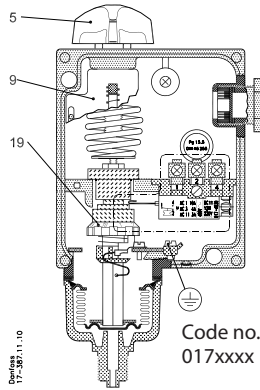
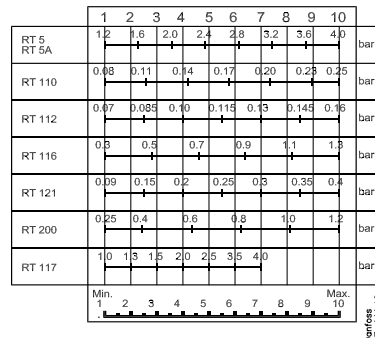
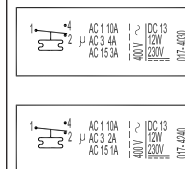

Fig. 1
Fig. 6
Fig. 7
The pressure controller is set by rotating the knob (5), at the same time reading the main scale (9). See fig. 1.
The differential is set by rotating the differential adjusting nut (19) to the value indicated by the use of the nomogram in fig. 6. The maximum operating pressure is thus the sum of the setting pressure and the differential.
2. Set the pressure switch for 8.2 bar by rotating the knob (5).
3. Set the differential adjusting nut (19) at the figure 7 which is found by reading the nomogram in fig. 6.
Der Pressostat ist nach der Funktion - Schliessen oder Öffnen, - die bei Druckabfall eintreten soll, einzustellen (Bereichseinstellung). Die Einstellung selbst wird mit dem Einstellknopf (5) unter gleichzeitiger Ablesung der Hauptskala (9) vorgenommen. Siehe Fig. 1. Die Differenz wird mit der Differenzrolle (19) nach dem Nomogramm in Fig. 6 eingestellt. Der obere Ansprechdruck ist also gleich der Summe von Einstelldruck und Differenz.
2. Pressostat mit dem Einstellknopf (5) auf 8,2 bar einstellen.
3. Differenzrolle (19) auf die Zahl 7, die sich beim Ablesen des Nomogramms in Fig. 6 ergibt, stellen.
Le pressostat est réglé d'après la fonction - fermeture ou ouverture du circuit - à pression décroissante (réglage de la plage). Le réglage proprement dit se fait au moyen du bouton cruciforme (5) en lisant sur l'échelle principale (9). Voir fig. 1.
Le différentiel est réglé au moyen de la molette du différentiel (19) d'après le nomogramme de la fig. 6.
2. Régler le pressostat, au moyen du bouton cruciforme (5), sur 8,2 bar.
3. Régler le différentiel (19) sur le chiffre 7 donné par le nomogramme de la fig. 6.
El diferencial se ajusta haciendo girar la tuerca de ajuste diferencial (19) de acuerdo con el nomograma de la fig. 6. La presión de funcionamiento máxima es por consiguiente la suma de la presión de ajuste y del diferencial.